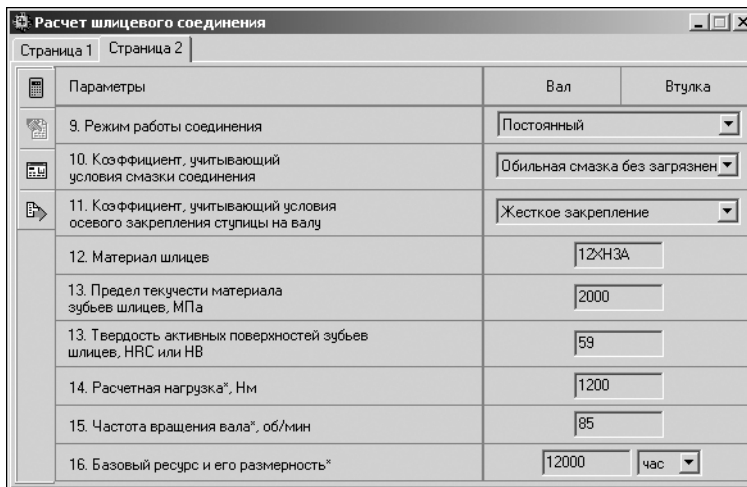

Рис. 4.24.
- Для продолжения ввода данных и расчета раскройте вкладку **Страница 2** (рис. 4.24).